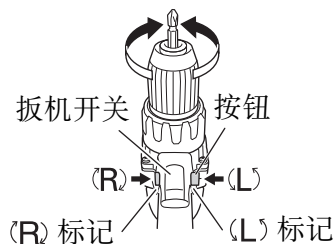

图 8
按选择按钮的 R (右) 侧，钻头便会顺时针 (从后方看时) 旋转；按选择按钮的 L (左) 侧则使钻头逆时针旋转。(请参照图 8)。(按钮上有 (L) 和 (R) 标记。)